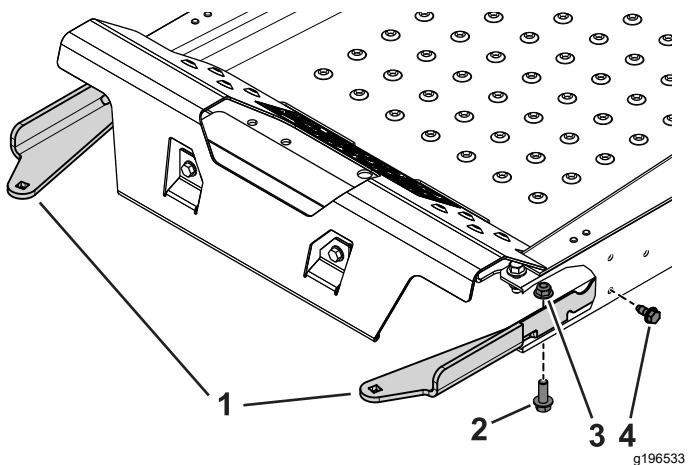

Figure 3
2. Fixez les supports de logement de masse gauche et droit sur la machine à l'aide des 2 boulons autotaraudeurs (5/16" x 3/4"), des 2 boulons (3/8" x 1 1/4") et des écrous à embase (3/8") (Figure 3).